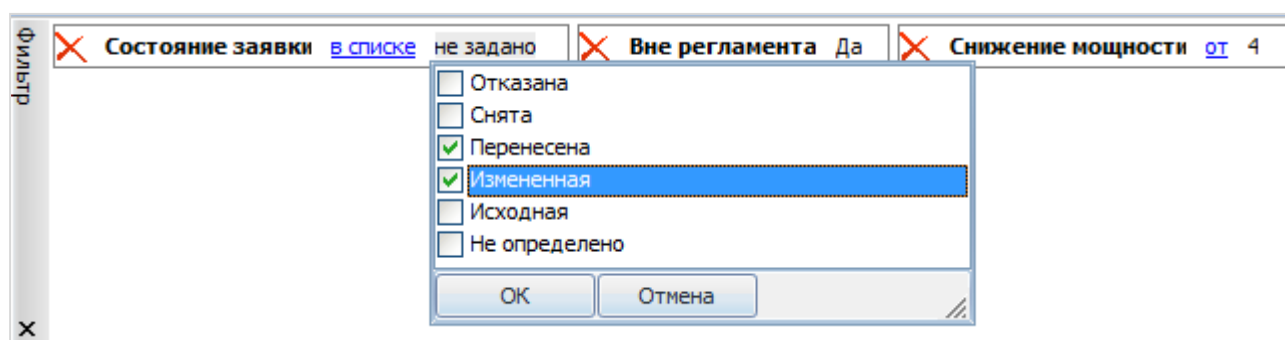

Рисунок 10.23 – Фильтрация по отдельным полям заявки
- **Фильтрация по отдельным полям заявки.** К данному виду фильтрации относятся следующие критерии фильтра: в регламенте, состояние заявки, снижение мощности, конфликт согласования. В качестве условий фильтрации выступают: «=», «не равно», «в списке», «не в списке», «содержит». В качестве значения фильтрации выбирается значение из справочника (Рисунок 10.23).